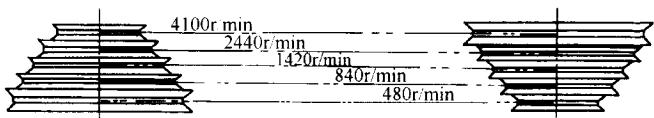

图 1-4 Z512 型台钻 V 带的配合传动
(3) Z512 型台钻传动系统 电动机通过 V 带将运动传给主轴。改变 V 带在两个五级塔轮上的相对位置，即可使主轴得到五种转速，如图 1-4 所示。